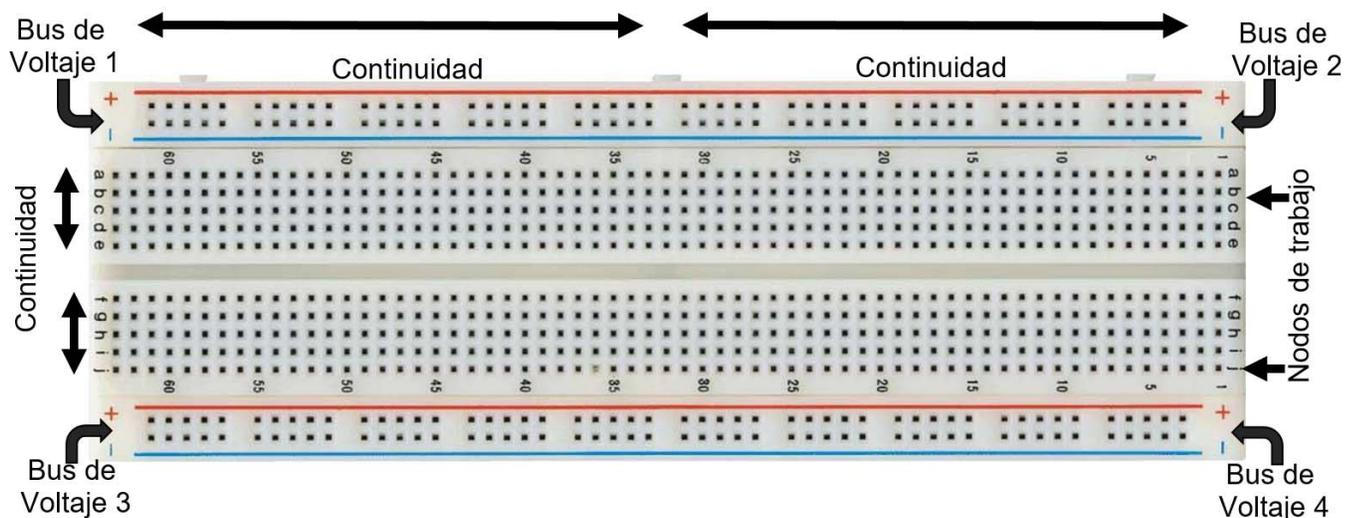

Figura 1.5 Tableta de conexiones.
La figura 1.5 indica cómo está conformada la tableta de conexiones.
1.5.4. Realice la prueba de continuidad a su tableta de conexiones para determinar que los buses de voltaje y los nodos de trabajo sean continuos entre sí, guíese de la Figura 1.5 y 1.6.